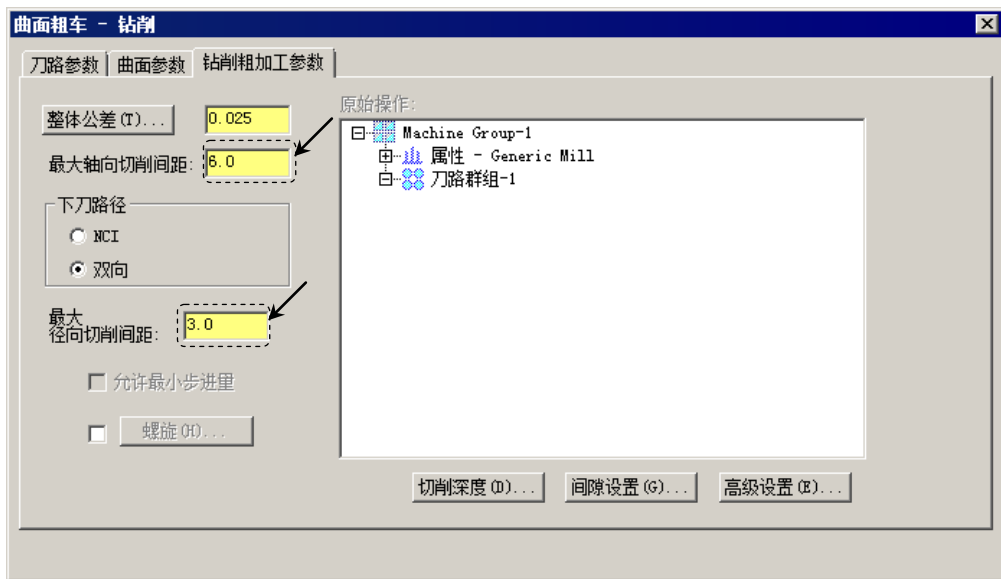
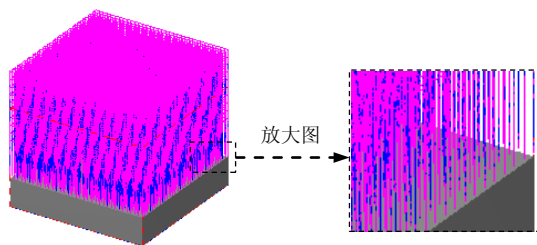

图 5.9.6 “钻削粗加工参数”选项卡
图 5.9.7 工件加工刀路
(1) 在“曲面粗车-钻削”对话框中单击 **钻削粗加工参数** 选项卡,如图 5.9.6 所示。
(2) 在 **钻削粗加工参数** 选项卡的 **最大轴向切削间距:** 文本框中输入值 6.0,在 **最大径向切削间距:** 文本框中输入值 3.0。
(3) 完成参数设置。对话框中的其他参数设置保持系统默认设置值,单击“曲面粗车-钻削”对话框中的  按钮,同时在图形区生成图 5.9.7 所示的刀路轨迹。
(1) 在“操作管理”中单击“刀路 - 6950.1K - PARALL_STEEP.NC - 程序号 0”节点，系统弹出“刀路模拟”对话框及“刀路模拟控制”操控板。
(2) 在“刀路模拟控制”操控板中单击[播放]按钮，系统将开始对刀具路径进行模拟，结果与图 5.9.7 所示的刀具路径相同，在“刀路模拟”对话框中单击[确定]按钮。